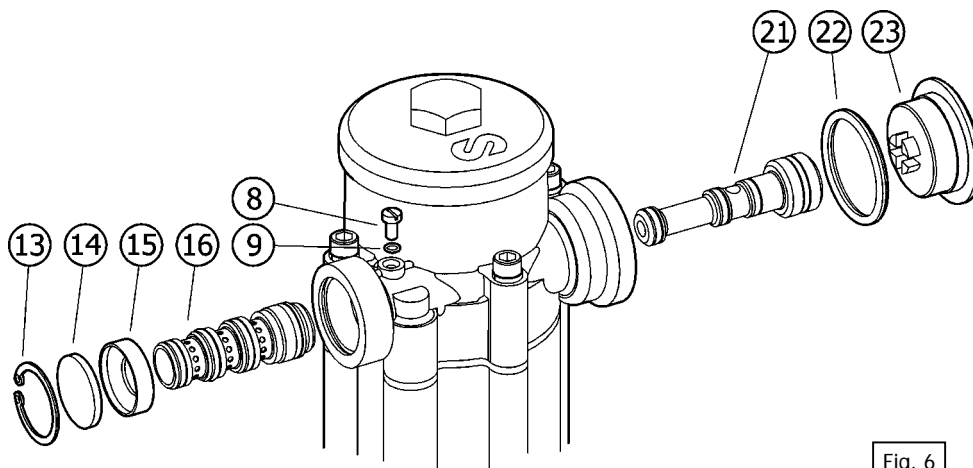

Fig. 6
1. Unthread the plug (23) and remove the circlip (13), the muffler (14) and the muffler support (15).
2. Remove the distributor axle (21) (fig. 6).
3. Unthread the screw (8) completely and remove the distributor bushing (16) carefully.
4. Lubricate the new distributor bushing with its O-rings, insert it from the side of the plug (23) and hold something to stop it at the side of the muffler(14). Be very careful so that the bushing does not get damaged.
1. Desenroscar el tapón (23) y quitar el anillo seguridad (13), el silenciador (14) y el suplemento filtro(15).
2. Quitar el eje distribuidor (21) (Fig. 6).
3. Soltar el tornillo (8) por completo y usar un botador para cuidadosamente quitar la camisa del distribuidor (16).
4. Lubricar y colocar la nueva camisa con sus juntas, insertándola desde el lado del tapón (23), teniendo un tope en el lado del silenciador(14). Procurar no dañar la camisa.
1. Desserrer le bouchon (23) et retirer l'anneau de sécurité (13), le silencieux (14) ainsi que la portée du filtre (15).
2. Démonter l'axe du distributeur (21) (Fig. 6).
3. Dévisser totalement la vis (8) et retirer soigneusement le manchon du distributeur (16) à l'aide d'un repoussoir.
4. Lubrifier et placer le nouveau manchon ainsi que ses joints toriques en l'introduisant sur le côté du bouchon (23), en tenant compte de la butée du silencieux (14) et en prenant soin de ne pas l'endommager.
1. Die Verschlusskappe (23) abschrauben und den Sicherheitsring (13), den Dämpfer (14) und die Dämpferhalterung (15) entfernen.
2. Die Verteilerachse (21) entfernen (Bild 6).
3. Die Schrauben (8) vollständig lösen und die Verteilerbuchse (16) vorsichtig entfernen.
4. Die neue Verteilerbuchse mit ihren O-Ringen schmieren und sie auf der Seite der Verschlusskappe (23) einsetzen, gut halten und bis zum Dämpfer (14) schieben. Darauf achten, daß die Verteilerbuchse nicht beschädigt wird.
5. Den Rest gemäß dieser Anleitung in umgekehrter Reihenfolge zusammenbauen (Bild 6).